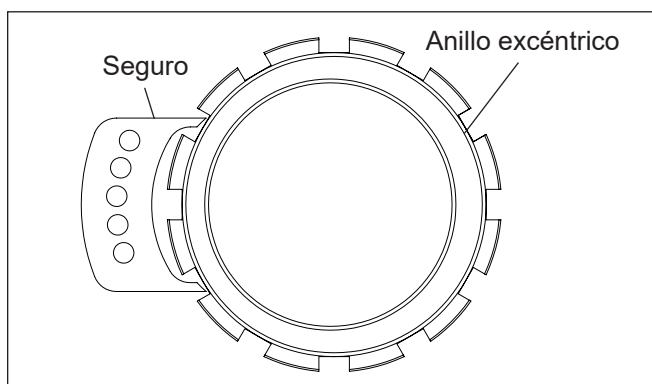

Figura 8.13 — Anillo excéntrico
5. Retire el seguro del anillo excéntrico (consulte la Figura 8.13).